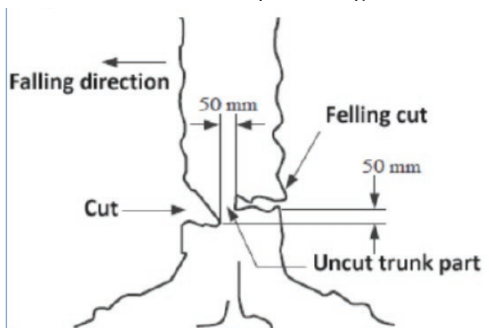

Abb. 3
Machen Sie einen Schnitt im rechten Winkel zur Fallrichtung auf 1/3 des Stammdurchmessers (Fallkerb), wie in Abb. 3 gezeigt.
1. Führen Sie den Fällschnitt mindestens 50 mm oberhalb des ersten horizontalen Schnitts (Fallkerb) durch, wie in Abb. 3 gezeigt.